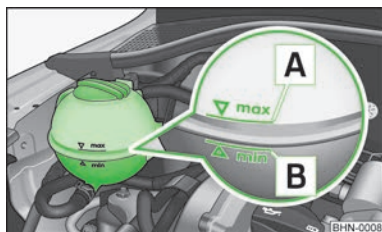

Fig. 100
Para rellenar recomendamos utilizar solamente aquel líquido refrigerante cuya designación se encuentra en el depósito de expansión del refrigerante » fig. 100 de la página 132.
- Comprobar el nivel de líquido refrigerante en el depósito de expansión del mismo » fig. 100. Con el motor frío, el nivel de líquido refrigerante debe encontrarse entre las marcas **B** (mín.) y **A** (máx.). Con el motor caliente, el nivel puede sobrepasar también ligeramente la marca **A** (máx.).
- Colocar un trapo sobre el tapa de cierre del depósito de expansión de líquido refrigerante » fig. 100 de la página 132 y desenroscar el tapón **con cuidado**.
¡No rellenar el depósito de líquido refrigerante por encima de la marca **A** (máx.) » fig. 100 de la página 132! El líquido refrigerante excedente es expulsado del sistema de refrigeración a través de la válvula de sobrepresión situada en el tapón de cierre del depósito de compensación del refrigerante al calentarse.